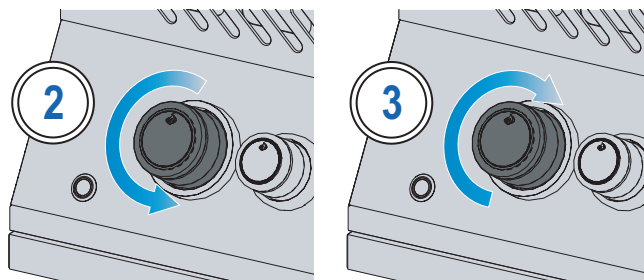

Fig. 1
4. Si le pilote et le brûleur ne s'allument pas en 5 secondes - tournez le bouton de commande dans le sens horaire jusqu'à la position OFF. Attendez 5 minutes que le gaz se dissipe. Répétez les étapes 2 et 3, ou allumez avec un allumette. (Fig. 1).
5. Si le brûleur ne s'allume pas - tournez le bouton de commande du brûleur dans le sens horaire jusqu'à la position OFF. Attendez 5 minutes. Répétez les étapes 3 et 4. (Fig. 1)